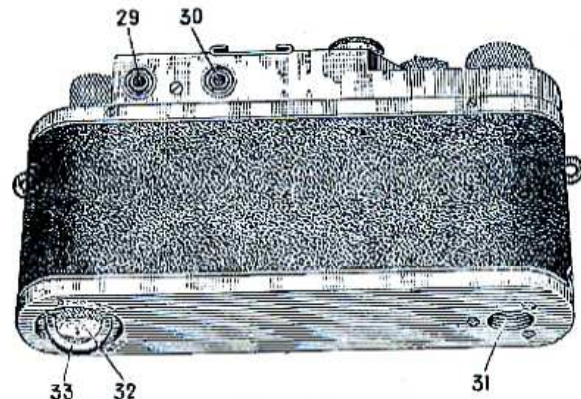

Рис. 2.
29. Окуляр дальномера (рис. 2)
30. Окуляр видоискателя (рис. 2)
31. Штативная гайка камеры (рис. 2)
32. Замок нижней крышки (рис. 2)
33. Дужка замка (рис. 2)